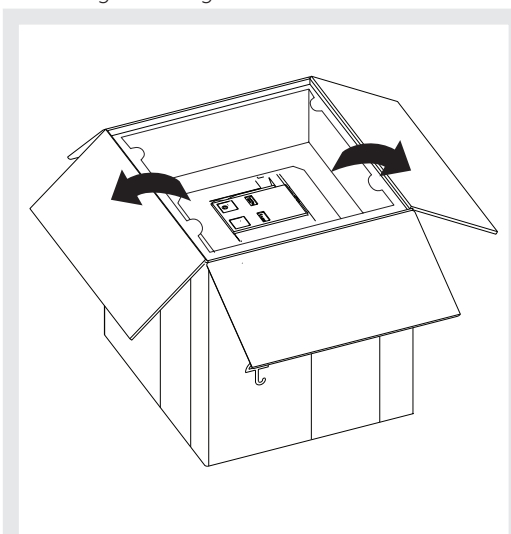

Figura 7
2. Abrir la parte superior de la caja de embalaje y quitar la protección de contención superior. Véase Figura 7 e Figura 8.